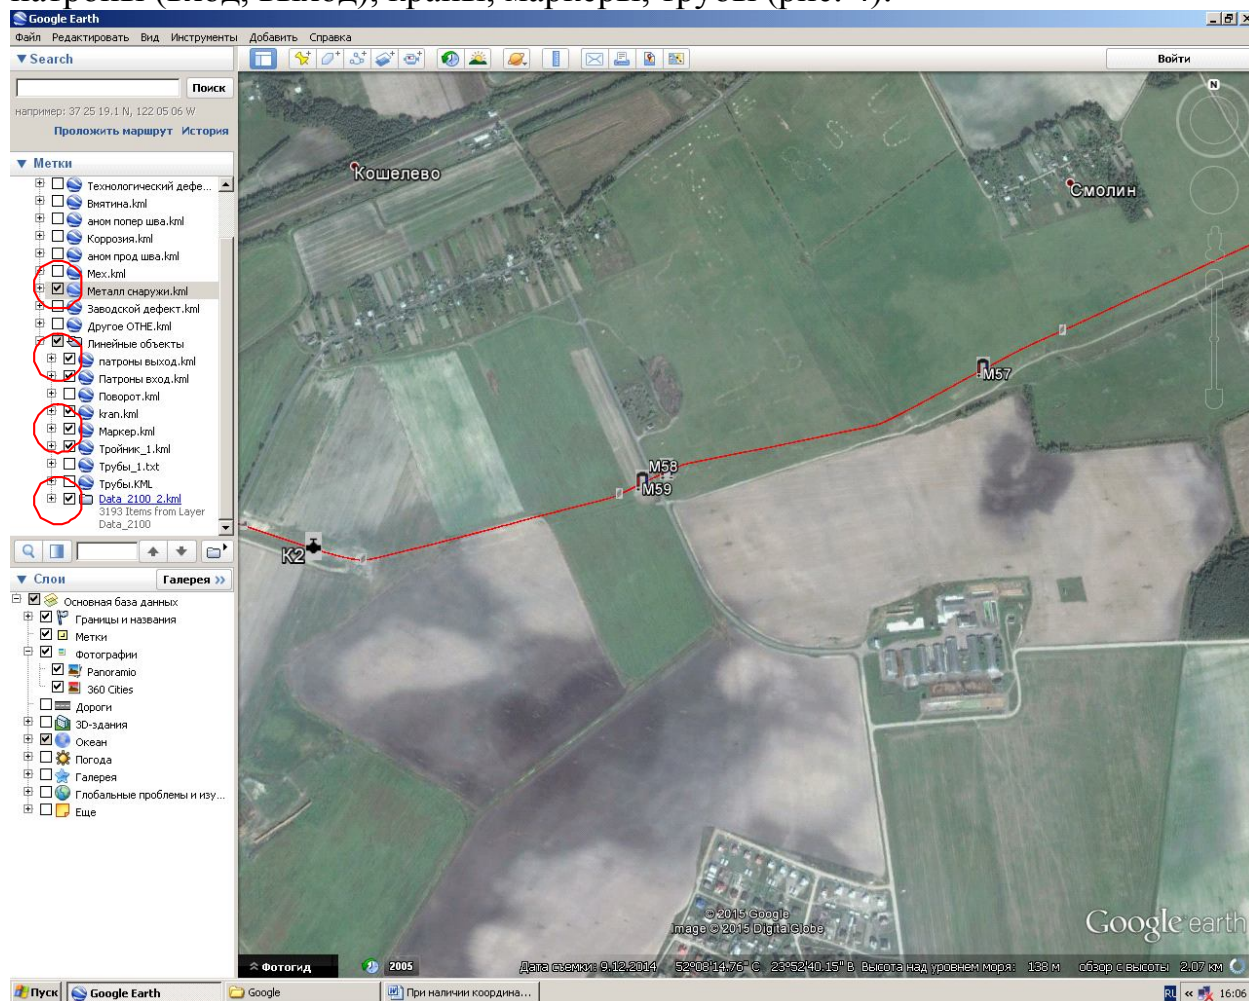

Рис. 4
7. При проведении полевых работ, объекты, на которых необходимо произвести работы, можно выделить. Для более удобной работы с объектами трубопровода рекомендуется оставить видимыми: из линейных объектов – патроны (вход, выход), краны, маркеры, трубы (рис. 4).